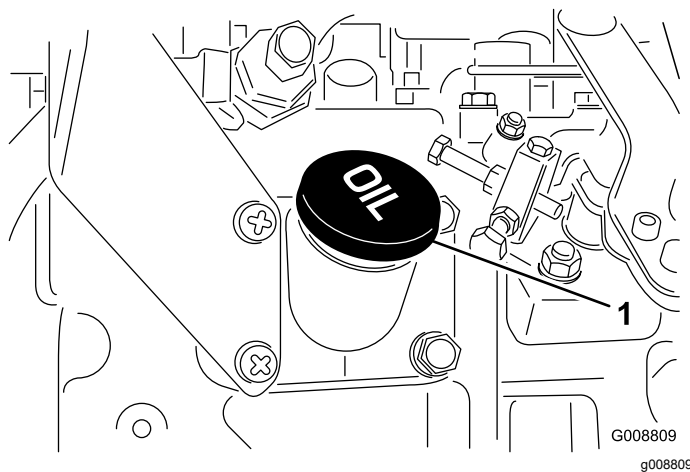

Рисунок 36
4. Если масло ниже допустимого уровня, снимите крышку маслозаливной горловины (Рисунок 36) и добавляйте масло до тех пор, пока его уровень не достигнет отметки Full (Полный).